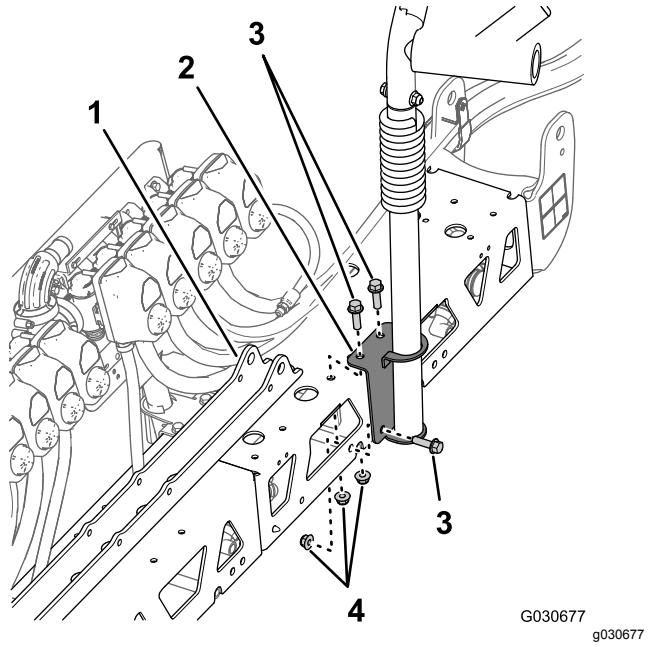

Figura 122
1. Alinee los orificios del soporte de montaje del soporte del brazo derecho que retiró en el paso 3 de Retirada del soporte de los brazos \(página 38\) con los orificios de la parte superior y trasera (a la derecha del soporte del cilindro) de la nueva sección de brazo central (Figura 122).